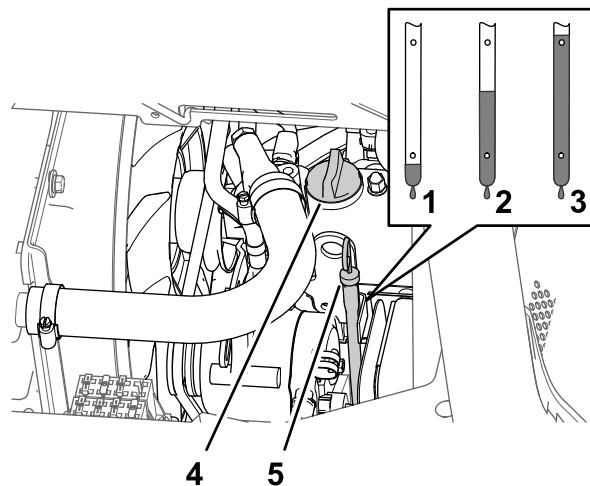

図 113
5. エンジンバルブカバー 図 113 からオイル補給口のキャップを取り、所要量の約 80% のオイルを入れる。
6. ディップスティックの目盛りで油量を点検する 図 113。
7. ディップスティックの FULL マークに達するまで補給口から残りのオイルをゆっくりと補給する 図 113。
8. 補給口にキャップとディップスティックを取り付ける 図 113。